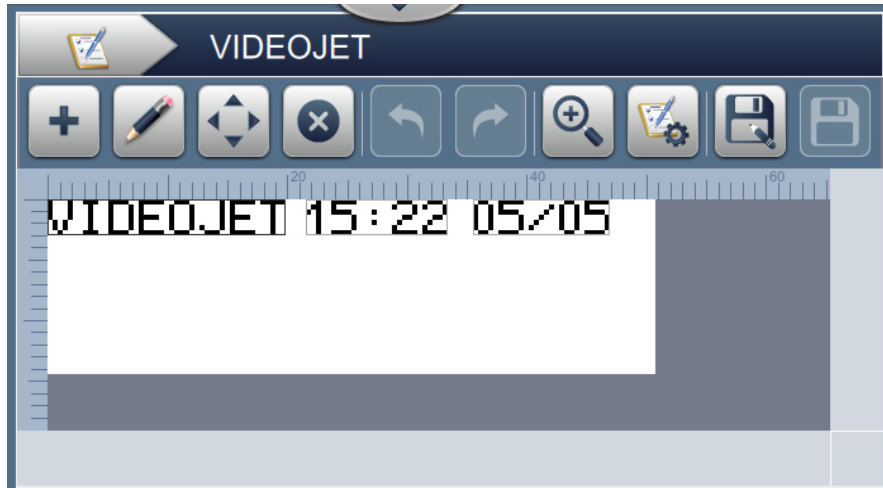

Figura 5-13: Tela Edição de campo
3. Toque o campo necessário a ser editado e toque o botão  como mostra Figura 5-13.